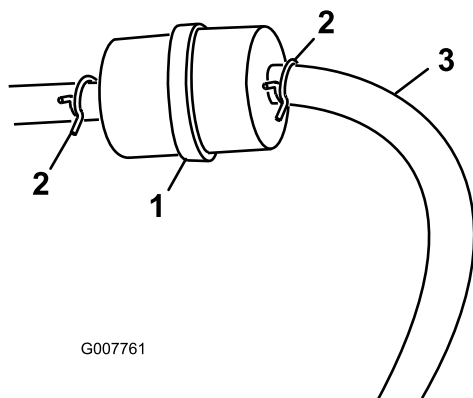

図 27
3. 古いフィルタのクランプをゆるめて脇に寄せる(図 27)。
5. 新しいフィルタをホースに取り付け、クランプで固定する(図 27)。
3. 燃料フィルタについているクランプをゆるめ、フィルタからはずす(図 27)。
4. 燃料フィルタから燃料ホースを抜き取る(図 27)。
注 落ちてくる燃料を燃料容器または廃油受けに受ける(図 27)。
5. フィルタに燃料ホースをつなぎ、クランプで固定する(図 27)。